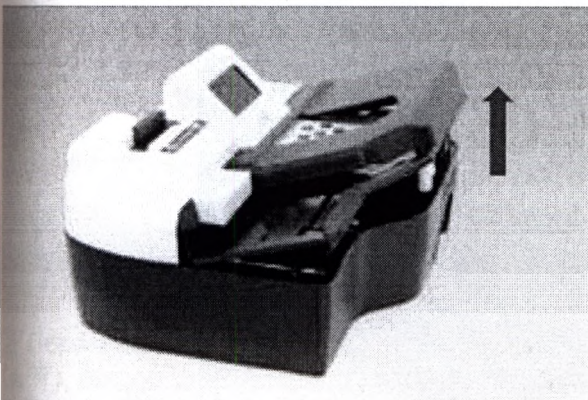

Рис. 4.9
5) После того как планшет снят, приподнимите переднюю крышку прибора вверх на 5-10° (рис. 4.9).